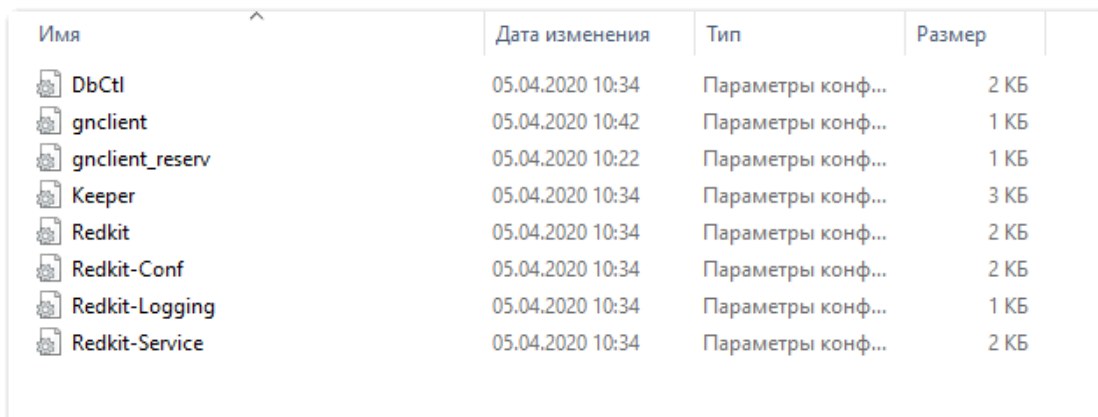

Рисунок 62 - Директория `C:\%appdata%\Redkit-Lab`
14. Зайдите в директорию `C:\%appdata%\Redkit-Lab`. Проверьте наличие конфигурационных файлов: `DbCtl.ini`, `gnclient.ini`, `gnclient_reserv.ini`, `Keeper.ini`, `OscConverter` (появляется при выборе компонента **Служба конвертирования осциллограмм** на этапе установки Redkit), `Redkit.ini`, `Redkit-Conf.ini`, `Redkit-Logging.ini`, `Redkit-Service.ini` (Рисунок 62).